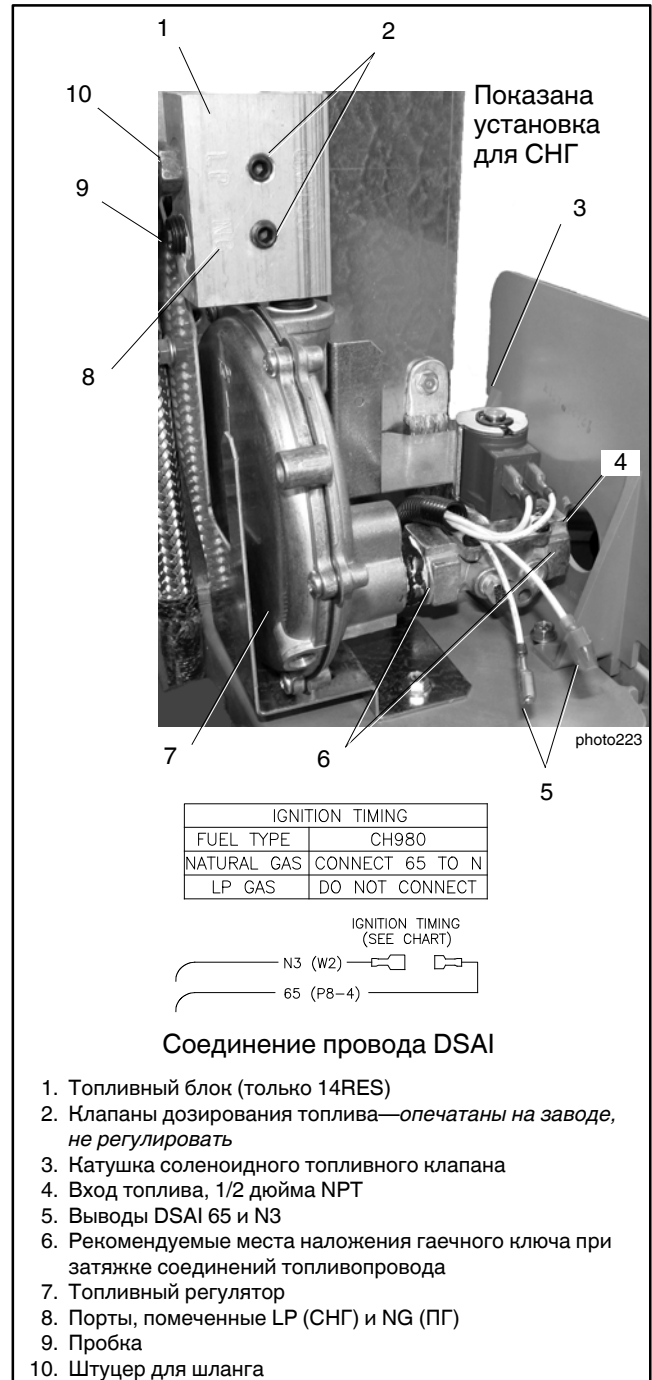

Рис. 1-9 Топливная система 14RESA/RESAL с топливным блоком (производство до 26 июня 2014 г.)
Примечание: В генераторных установках 14RESA/RESAL, изготовленных до 26 июня 2014 г., для выбора типа топлива предусмотрен топливный блок. Для смены топлива см. Рис. 1-9 и воспользуйтесь инструкциями этого раздела.
Для перехода от природного газа (ПГ) к СНГ действуйте следующим образом. Расположение компонентов топливной системы см. Рис. 1-9.
5. Снимите хомут шланга и топливный шланг с штуцера топливного блока. См. Рис. 1-9.
6. Снимите штуцер шланга с выходного порта природного газа на топливном блоке. См. Рис. 1-9.
7. Извлеките пробку из порта СНГ на топливном блоке. См. Рис. 1-9.
11. Для СНГ разъедините провода 65 и N3 цифровой системы опережения зажигания (DSA1). Провода DSA1 находятся возле соленоидного топливного клапана. См. Рис. 1-9.
Для перехода от СНГ к природному газу выполните описанную выше процедуру смены топлива перенесите штуцер для шланга в порт природного газа и закройте пробкой порт СНГ. Для природного газа соедините провода DSA1. См. Рис. 1-9.
Примечание: В генераторных установках 14RESA/RESAL, изготовленных до 26 июня 2014 г., для выбора типа топлива предусмотрен топливный блок. Для смены топлива см. Рис. 1-9 и воспользуйтесь инструкциями раздела 1.8.1.